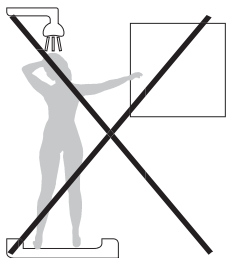

Рисунок 7
**Внимание!** Полотенцесушитель должен быть установлен так, чтобы он и его составные части (выключатель, провод питания), а также мокрое полотенце, были недоступны лицам, находящимся в ванне или под душем (Рисунок 7).